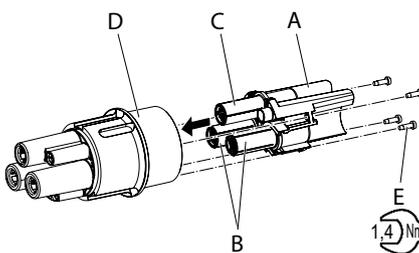

Abb. 23:
1. Kontakthalterung (A) mit Kontakten (B und C) in den Kontakteinsatz (D) einschieben (**Abb. 23**).
2. Kontakthalterung (A) mit 4 Montageschrauben (E) mit dem Kontakteinsatz (D) verschrauben (**Abb. 23**).